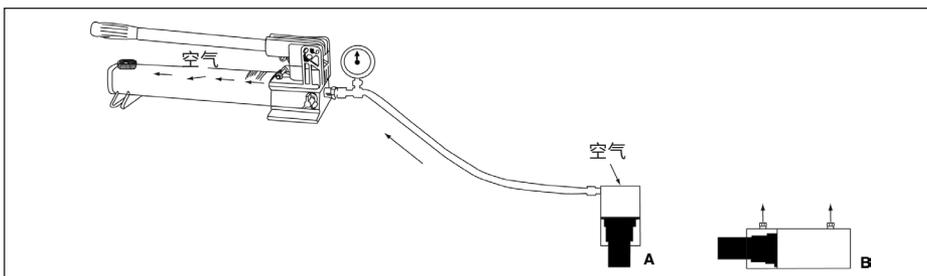

图9
排除液压系统的空气可帮助液压缸顺畅伸出和缩回（参见图9）。
3. 将油缸水平放置，端口朝上。参见图9。